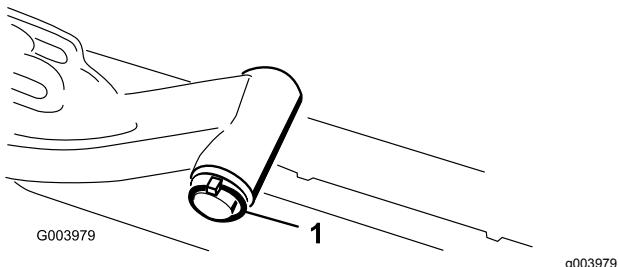

**Figura 17**
12. Per bloccare (fissare) lo sterzo sugli apparati di taglio, fissate la forcella al telaio portante con il perno di ritenuta (Figura 17).